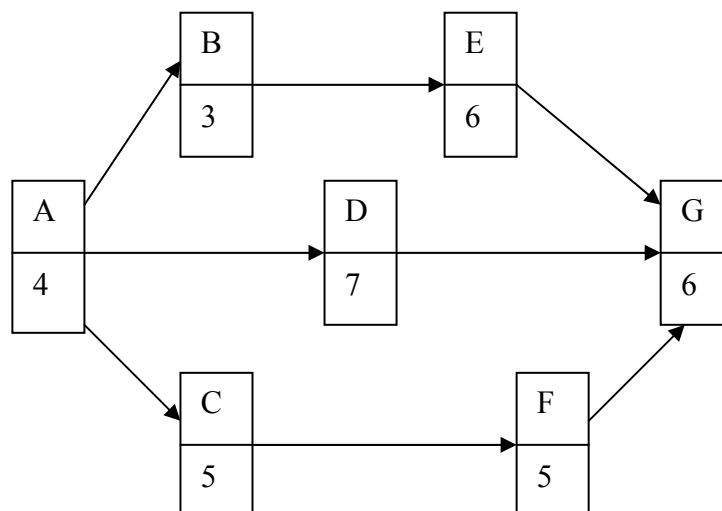

Рис. 2
4. На основі даних табл. 4 та сіткового графіка, наведеного на рис. 2, розрахувати для кожної тривалості проекту: прямі та загальні витрат на проект, якщо непрямі витрат при відповідній тривалості проекту становлять 3000 грн (20 днів), 2500 грн (19 днів), 2000 грн (18 днів), 1500 грн (17 днів), 1000 грн (16 днів), 500 грн (15 днів).